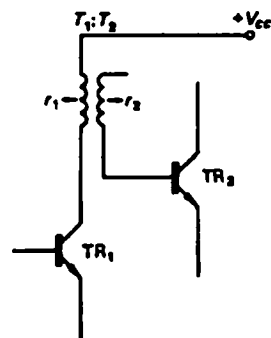

Figura 23.11 Adaptarea prin transformator este $\frac{r_1}{r_2} = \frac{T_1^2}{T_2^2} = n^2$
2. Ușurează adaptarea între etaje (vezi capitolul 8). Dacă r_1 este impedanța de ieșire a lui TR_1 și r_2 impedanța de intrare în TR_2 (figura 23.11), atunci, așa cum s-a explicat în capitolul 8: